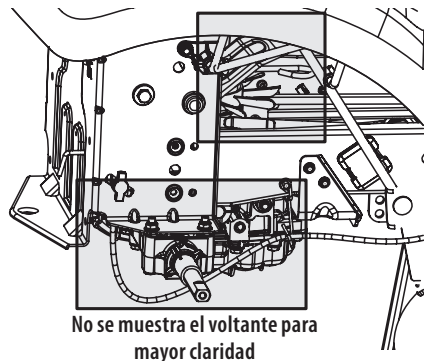

Figura 32
- Limpie alrededor y cerca de la transmisión, eje y área de ventiladores (Figura 32).